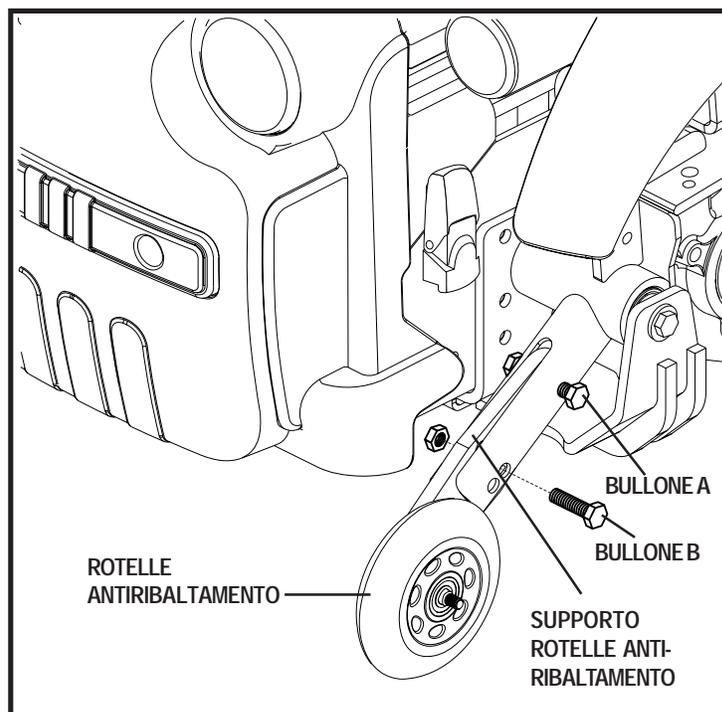

Figura 23. Gruppo rotelle antiribaltamento
1. Allentare il bullone A. Vedere la figura 23.
3. Alzare o abbassare la rotella antiribaltamento con incrementi da 1,27 cm oppure 2,5 cm, allineando i fori di regolazione corrispondenti. Vedere la figura 23.